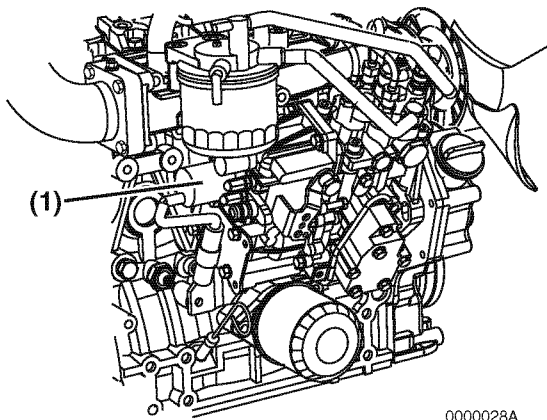

Figure 19
Lorsque la clef est tournée en position MARCHÉ, le solénoïde d'arrêt de moteur (**Figure 19, (1)**) est mis sous tension et permet à la pompe d'injection d'alimenter le moteur en carburant, permettant ainsi au moteur de démarrer. Lorsque la clef est tournée en position ARRÊT, le solénoïde d'arrêt de moteur est mis hors tension et coupe l'alimentation en carburant entre la pompe d'injection et le moteur, entraînant ainsi l'arrêt du moteur.